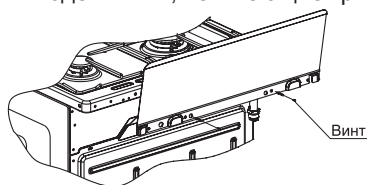

рис. 1
■ Модели плит, не имеющие крышку стола, комплектуются щитком, который закрепляется перед установкой плиты (рис. 1).
■ Установку щитка производить путем крепления к столу двумя винтами (см. рис. 1). Винты для крепления щитка находятся в пакете с комплектующими.